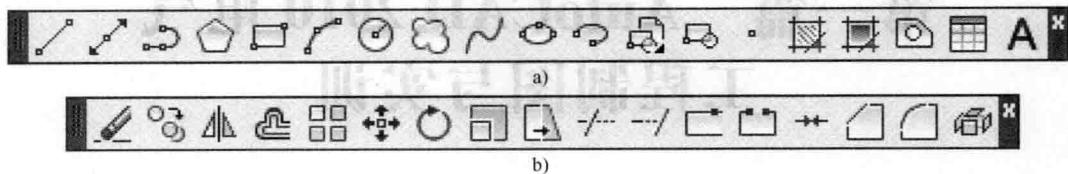

图 1-2 【绘图】和【修改】工具栏
2) 在任一工具栏上单击鼠标右键，在弹出的快捷菜单中选择【绘图】和【修改】工具栏，如图 1-2 所示。